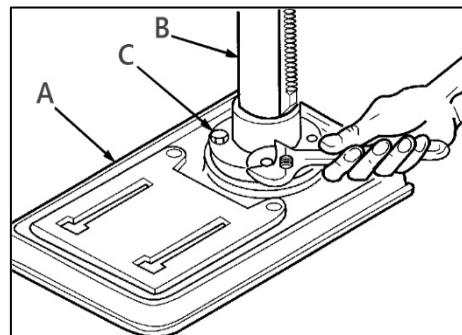

Рисунок 2.
Расположите колонну в сборе на основании (A) (рис. 2), выровняйте отверстия во фланце (C) с отверстиями в основании. Вставьте болт в каждое отверстие фланца (C) и основания и затяните подходящим гаечным ключом.